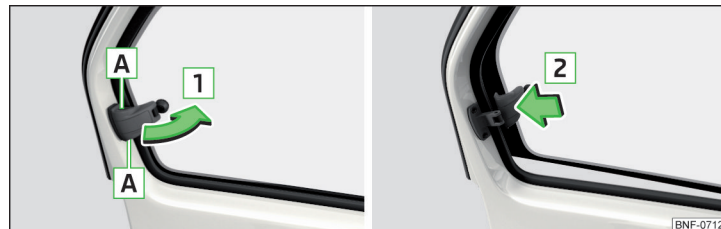

Fig. 37 Apertura/chiusura dei finestrini posteriori
- Per l'**apertura** afferrare la sicura nella cavità **A** » fig. 37.